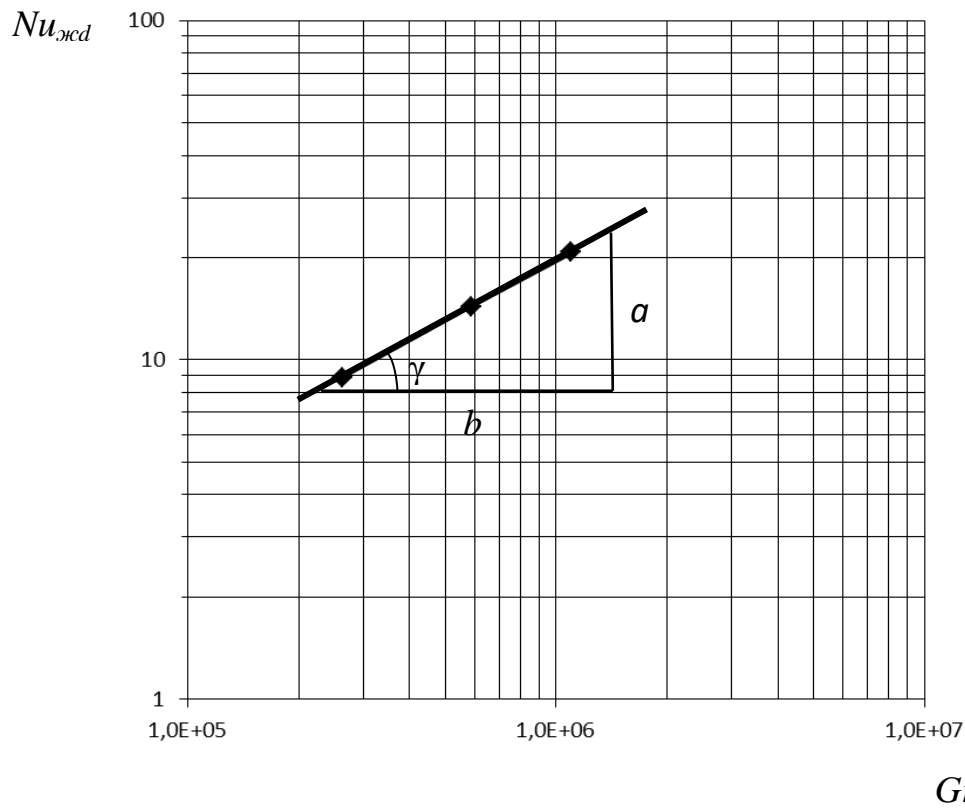

Рисунок 6.3 – Экспериментальная зависимость $Nu_{жcd} = f(Gr_{жcd} \cdot Pr_{жс})$
9. По полученным значениям *чисел подобия* построить на логарифмической бумаге график зависимости числа Нуссельта $Nu_{жcd}$ от произведения чисел Грасгофа и Прандтля ($Gr_{жcd} \cdot Pr_{жс}$) (рисунок 6.3) $Nu_{жcd} = f(Gr_{жcd} \cdot Pr_{жс})$.
Для определения n достаточно найти тангенс угла наклона γ усредняющей прямой линии к оси абсцисс. Для этого нужно построить прямоугольный треугольник с катетами, параллельными осям координат, и гипотенузой, являющейся отрезком усредняющей прямой линии (см. рисунок 6.3). Измерив катеты a и b , найти постоянную n